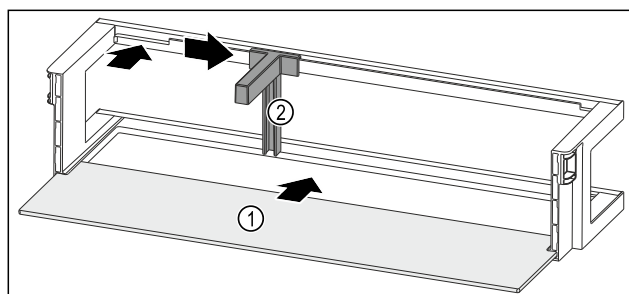

Fig. 163 带搁板的门边存放架
- ▶ 将搁板 Fig. 163 (1)推入侧面凹槽。
- ▶ 将瓶托 Fig. 163 (2)装入槽中。
- ▶ 将瓶托 Fig. 163 (2)推至一侧的所需位置。